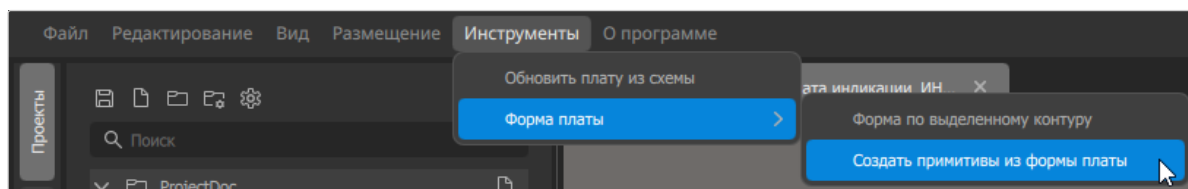

Рисунок 123. Команда меню «Создать примитивы из формы платы»
- 2) Вызвать инструмент из адаптивного меню *Инструменты* → *Форма платы* → *Создать примитивы из формы платы* (см. рисунок 123).